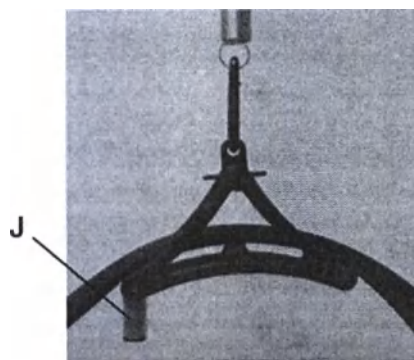

Рисунок 2-19 Отсоединение шнуров устройства подачи луча от рамы
2. Чтобы разблокировать шнуры устройства подачи луча на фиксаторе, чтобы их можно было свободно перемещать через раму, поверните фиксатор (J) вниз (см. Рисунок 2-19).